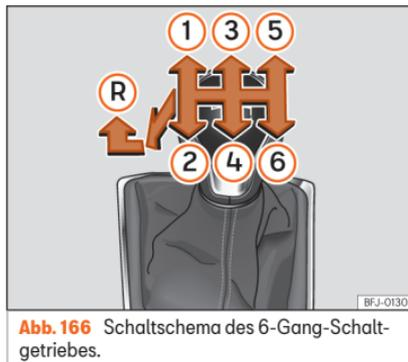

Abb. 166 Schaltschema des 6-Gang-Schaltgetriebes.
Auf dem Schalthebel sind die Positionen der einzelnen Fahrgänge dargestellt **>>> Abb. 166**.
- Schalthebel auf Leerlauf stellen und nach unten drücken, ganz nach links und dann nach vorne schieben, um den Rückwärtsgang **>>> Abb. 166** (R) einzulegen.